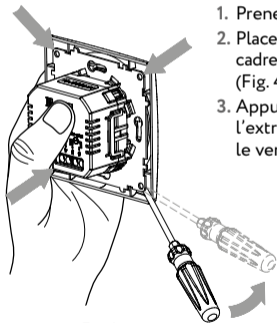

Fig. 4
2. Placez le tournevis dans le coin entre le cadre en acier et le cadre OneKeyElectro (Fig. 4).